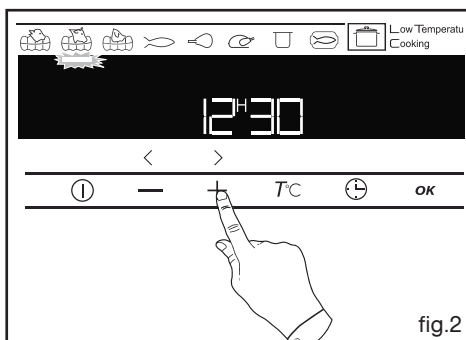

fig.2
- Sélectionnez votre plat avec les touches - et + (fig 2).